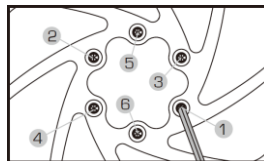

Figura C-1 Secuencia de ensamblaje del rotor
- Utilice una secuencia de patrón de estrella para apretar los tornillos del rotor del disco. No los apriete simplemente en sentido horario o antihorario. (Figura C-1)